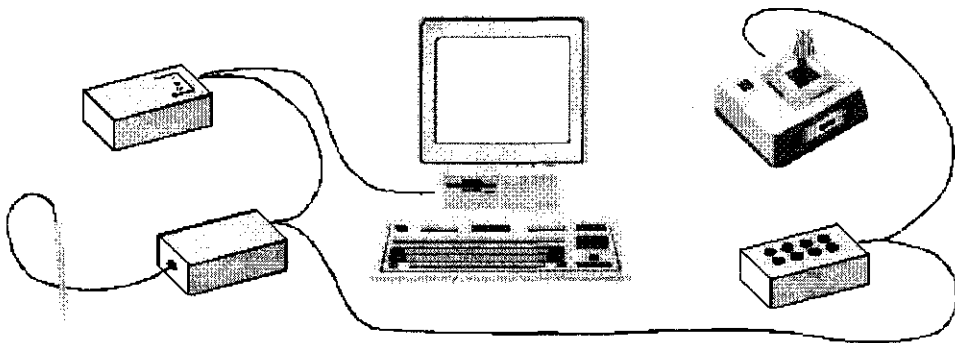
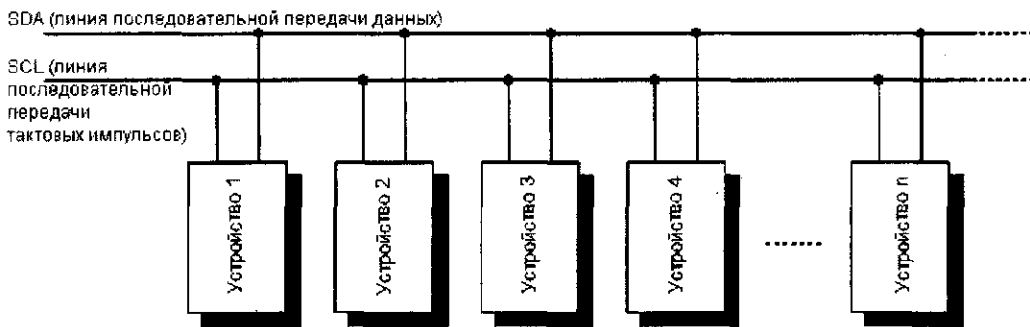

Рис. 8.1. Управление компонентами через шину I²C
Рис. 8.2. Подсоединение отдельных модулей к шине I²C
Во всех этих случаях работа с устройствами связана с небольшими скоростями передачи данных. Кроме того, данные должны передаваться последовательно, побитно. Незначительная скорость передачи данных в данном случае не играет роли (для последовательного интерфейса SPI, описанного в предыдущей главе, скорость передачи составляет более одного миллиона бит в секунду, а для шины I²C — до 100000 бит в секунду). По этой причине компания Philips разработала шину I²C, которая также называется Inter-IC — то есть, шина для передачи данных между интегральными схемами (рис. 8.1).
- последовательная работа только с двумя проводами (см. рис. 8.1 и рис. 8.2), благодаря чему требуется меньше мест соединения и минимизируются затраты на проводку;